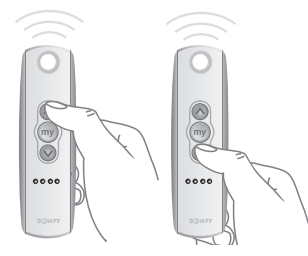

Fig. 3
b. Con los botones ARRIBA (▲) o ABAJO (▼), abra o cierre el recubrimiento de la ventana. Si se necesita una posición específica, presione brevemente el botón (de detención) “MY” (MI) (my) para detener el recubrimiento de la ventana una vez que se alcance la posición. (Fig. 3).